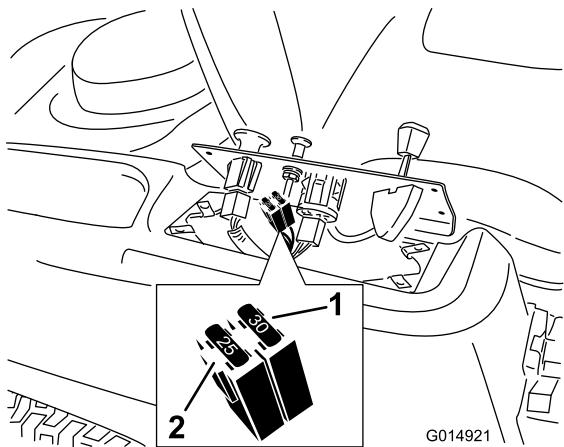

Figura 48
2. Sollevate il pannello di controllo per accedere al cablaggio principale e al portafusibili (Figura 48).
3. Per sostituire un fusibile, tiratelo (Figura 48) ed estraetelo dall'attacco.